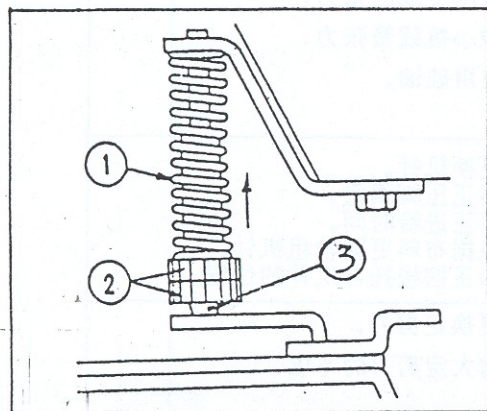

图 2
3、压脚压力调节:(参照图 2)
当您欲拆卸压脚时,应向上推,卸下“压缩弹簧①”(见图 2),并拉出挡圈固定的“定位轴 *”,再从压脚“收口前拉杆④”上拆下“开口销③”,即可卸下压脚部件。